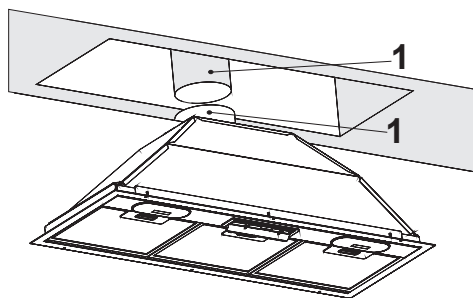

Figura 4
- Atașați conducta de eliminare a aerului la evacuarea aerului și fixați cu ajutorul clemei (Figura 4).